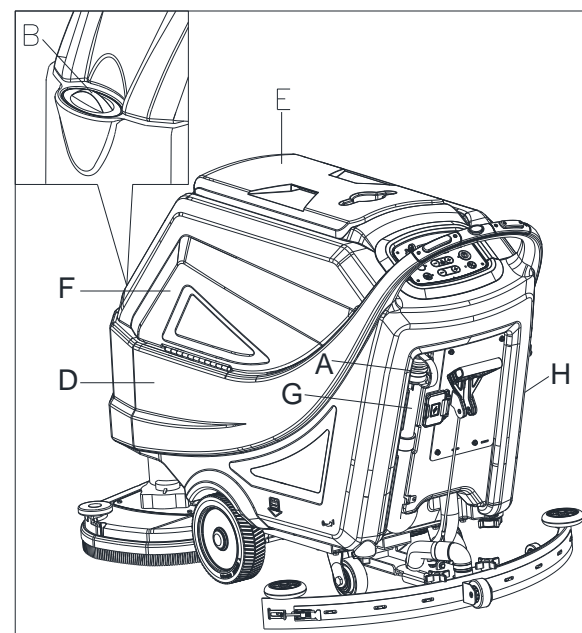

Рис. 12
1. Откройте крышку заливного отверстия для воды (B, Рис. 12).
3. Не переполняйте бак, следите за индикатором уровня воды (H).